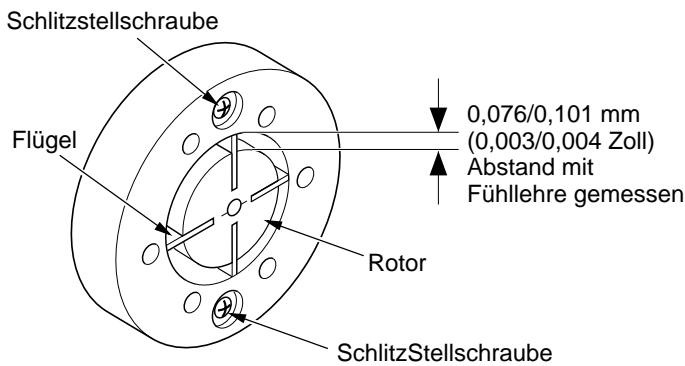

Abbildung 24 - Lage der Schlitz stellschrauben
- Den Rotorschlitz überprüfen. Bei Bedarf auf 0,076/0,101 mm (0,003/0,004 Zoll) einstellen (siehe Abb. 24).